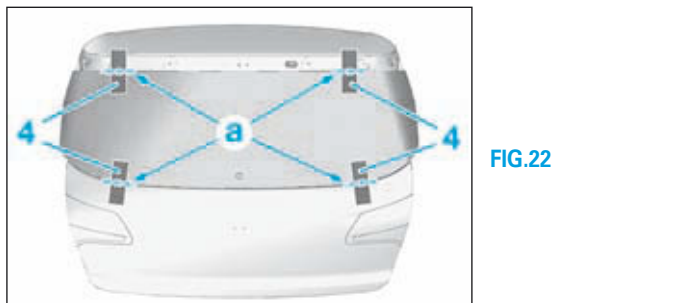

FIG.22
- En cas de récupération de la vitre, repérer la position de celle-ci avec des morceaux de rubans adhésifs (4) puis les couper en (a) (Fig.22).